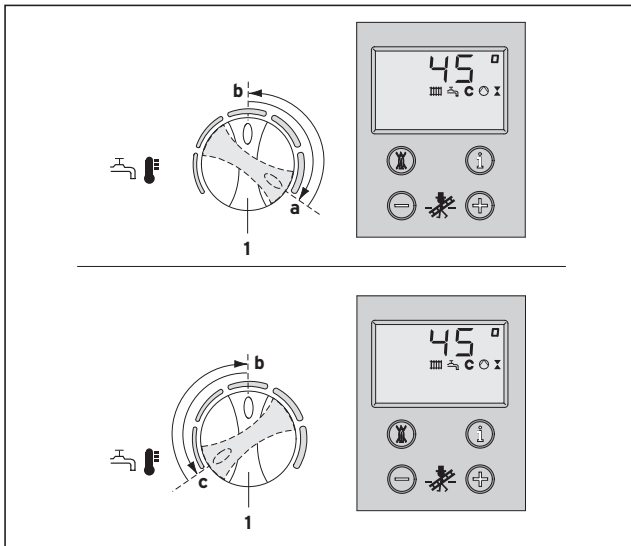

Fig. 3.7 Conectarea și deconectarea sistemului Aqua-Comfort
La o duritate a apei mai mare de 3,57 mol/m³ (20 °dh), puneți comutatorul (3) maxim în poziția centrală (fig. 3.7).
3.3.2 Conectarea și deconectarea sistemului Aqua-Comfort plus (fig. 3.7)
- Sistemul Aqua-Comfort plus se activează prin rotirea comutatorului (1) scurt până la limită (reglajul a) către dreapta (fig. 3.7). În final, selectați temperatura dorită, de ex. reglajul b. Valorile corespunzătoare: